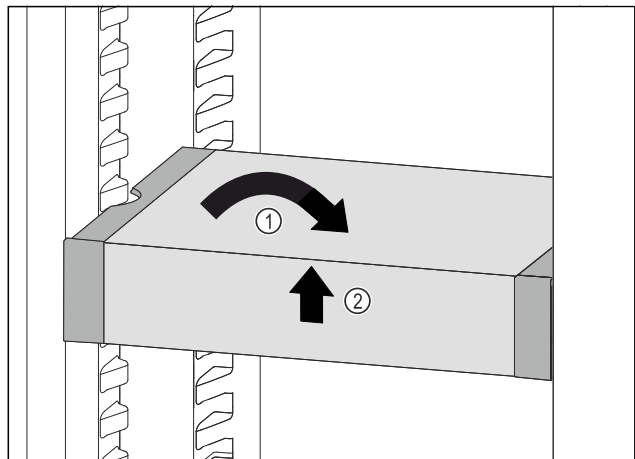

Fig. 113
- Remettre le VarioSafe droit. Fig. 113 (1)
- Soulever la partie avant du VarioSafe. Fig. 113 (2)